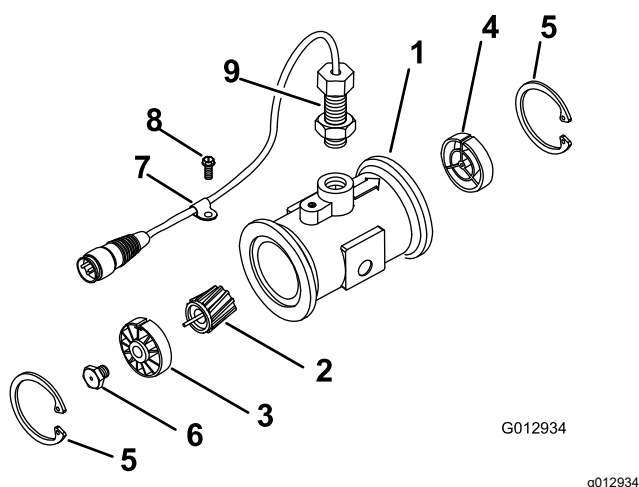

Figura 65
3. Scoatei inelul de fixare de la partea din amonte (Figura 65).